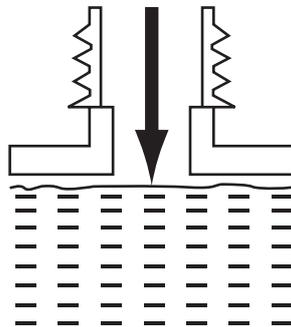

Abb. 4 , maximaler Füllstand Kraftstoff
3. Nehmen Sie den Deckel (2) und den Ventileinsatz ab.
4. Füllen Sie geeigneten Kraftstoff in den Tank (3) ein. Überfüllen Sie den Tank nicht (Abb. 4).